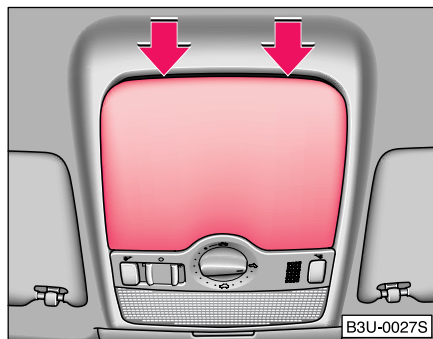

Fig. 33 Fragment din plafon: punctul de aplicare a șurubelniței
- Poziționați cu atenție vârful unei șurubelnițe (sucele de bord) în partea din spate a măștii de protecție a plafonului ⇒ Fig. 33.